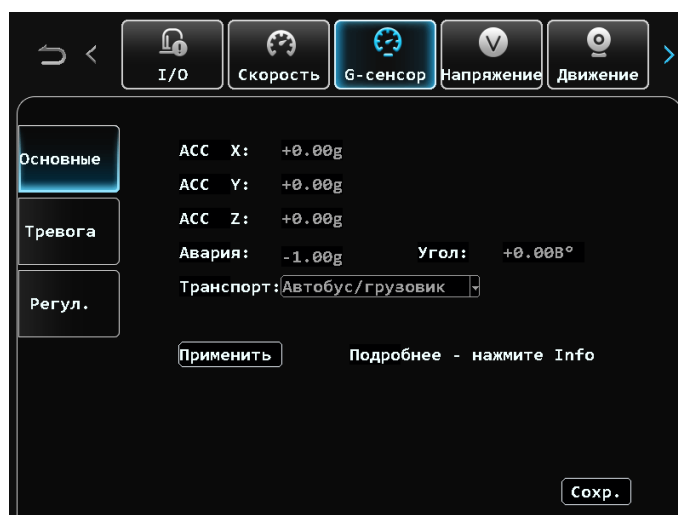

Рисунок 78 – Основные настройки G-сенсора
3. на странице регулировки значения направлений X/Y/Z изменятся на 0, пока не будет выполнено автоматическое определение направления осей G-сенсора (Рисунок 78).